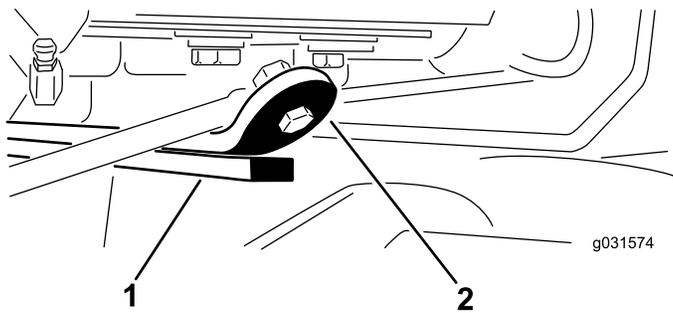

Figure 14
3. Démarrez le moteur, élevez les plateaux de coupe et vérifiez que l'écartement entre le segment d'usure sur le dessus de la barre d'usure du plateau arrière et la bride de butée est compris entre 0,51 et 2,54 mm, comme montré à la Figure 14.